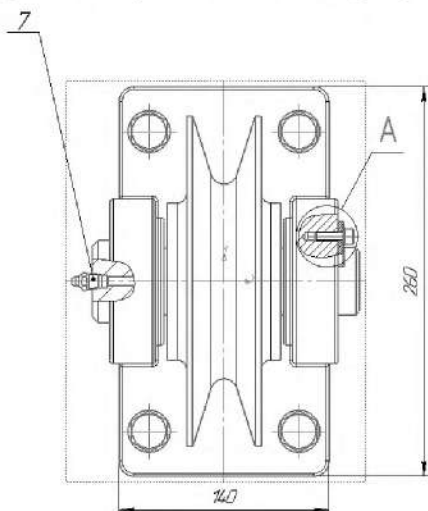

Рисунок 4.40. Построение местного вида А
2.6.3 Сделайте местный разрез в левой проушине (рисунок 4.40).
2.6.5 Сделайте местный разрез в правой проушине (рисунок 4.40).
2.6.8 Укажите центральную точку контура выносного элемента, затем точку на контуре и точку начала полки (рисунок 4.40).